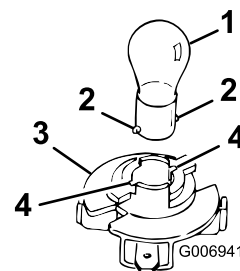

Figure 41
3. Tournez l'embase d'un quart de tour dans le sens horaire et enlevez-la du réflecteur (Figure 41).
4. Introduisez l'ampoule et tournez-la dans le sens antihoraire jusqu'à la butée (approx.. 1/4 tour) puis retirez-la de l'embase (Figure 41).
2. Introduisez le culot dans l'embase (Figure 41).